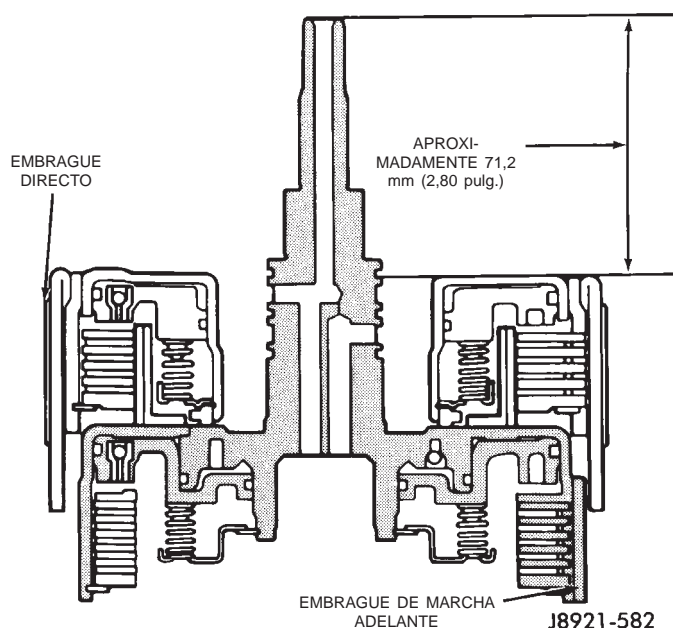

Fig. 255 Verificación de la altura del embrague de marcha adelante ensamblado
(14) Verifique el tamaño del cojinete y la pista de rodamiento.
(15) Instale el embrague de marcha adelante en el embrague directo y verifique la altura de ambos embragues ensamblados (Fig. 255). La altura debería ser 70,3 – 71,5 mm (2,767 – 2,815 pulg.).